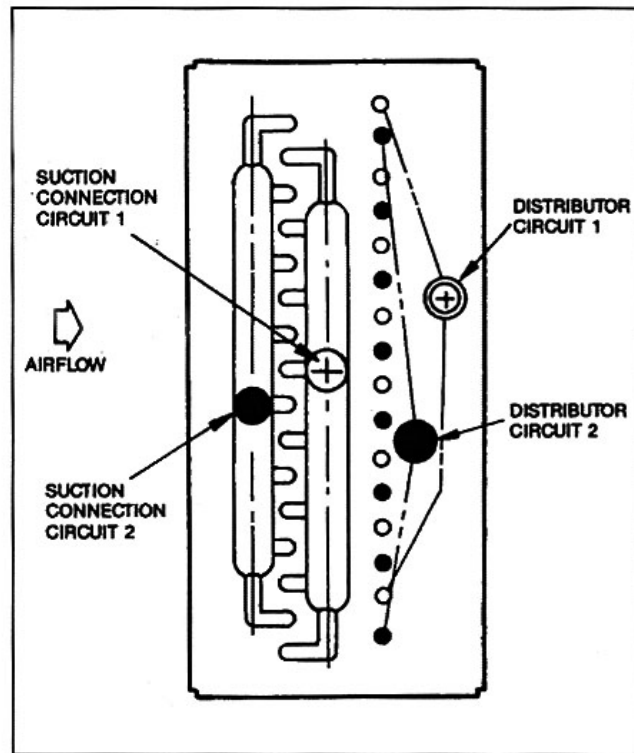

Fig.10 Example of Direc-Expansion Coil Distributor And Suction Connections
- การแบ่งคอยล์ออกเป็น 2,4 หรือ 8 ส่วน ขึ้นอยู่กับขนาดเครื่องและการจัดการเซอร์กิตคอยล์ ทุกๆเซอร์กิตที่แบ่งจะต้องมี distributor , expansion valve และท่อ suction ตำแหน่งของท่อจะอยู่ด้านลมออก (Air Leaving Side) ดังตัวอย่างใน Fig 10